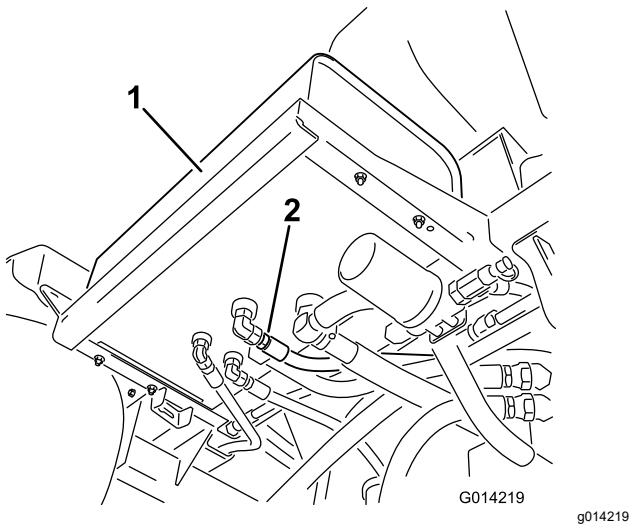

Figure 101
- Nettoyez la surface autour d'un raccord de flexible hydraulique au bas du réservoir d'huile hydraulique (Figure 101).
4. Débranchez le raccord de flexible du réservoir et vidangez l'huile dans le bac de vidange (Figure 101).